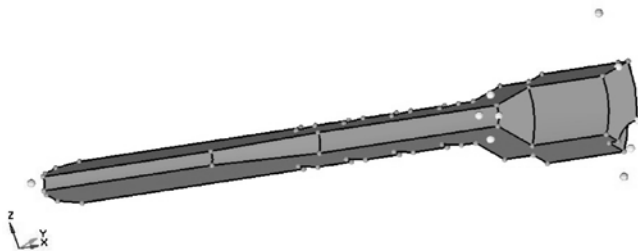

图 5-79 切分出几何模型的 1/8
- (5) 激活 node list 选择器，选择 STEP 3 生成的两个圆心和中间临时节点。
- (6) 单击 trim 按钮。
- (7) 激活 solid 选择器，选择切分出的包含另一个中间临时节点的几何体。
- (8) 激活 node list 选择器，选择两个圆心和另一个中间临时节点。
- (9) 单击 trim 按钮。
- (10) 单击 return 按钮。
- (11) 进入 tool>delete 面板。
- (12) 选择 delete bounding surfs 选项。
- (13) 将对象选择器转换为 solids 类型。
- (14) 选择之前切除的 7/8 的几何体，然后单击 delete entity 按钮。
- (15) 切分效果如图 5-79 所示。
(16) 单击 return 按钮。